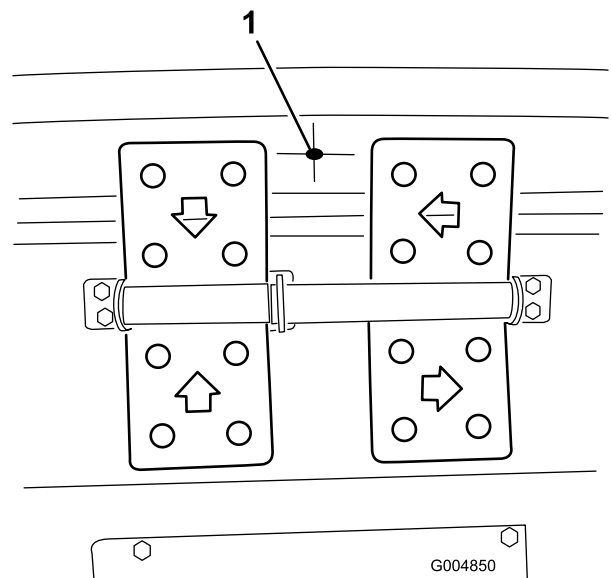

Figura 72
1. Localice, marque y perfore un taladro de 0.281 pulgadas de diámetro en la pared delantera de la cabina, según se muestra en Figura 72. El taladro debe situarse aproximadamente en el centro de la pared de la cabina (en sentido horizontal y vertical)